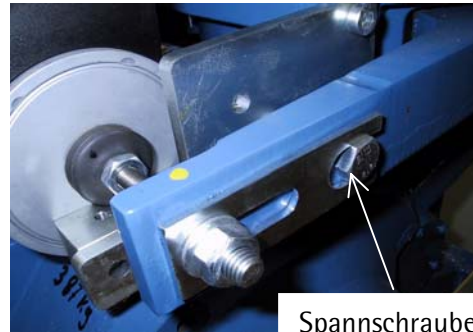

Abb. 2 Entsicherte Federspannschraube Abb. 3 Gesicherte Federspannschraube
2. Ziehen Sie das Sicherungsblech zurück. (siehe Abbildung 2).